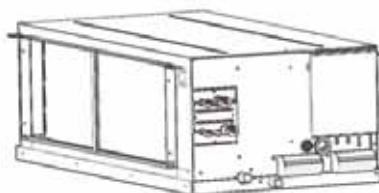

Рис. 10.12
6. Вдвоем поднимите основание кондиционера, толкните его в горизонтальном направлении, чтобы оно закрыло сам кондиционер. (Рис. 10.12).
7. Установите на место воздуховод. (Рис. 10.12).